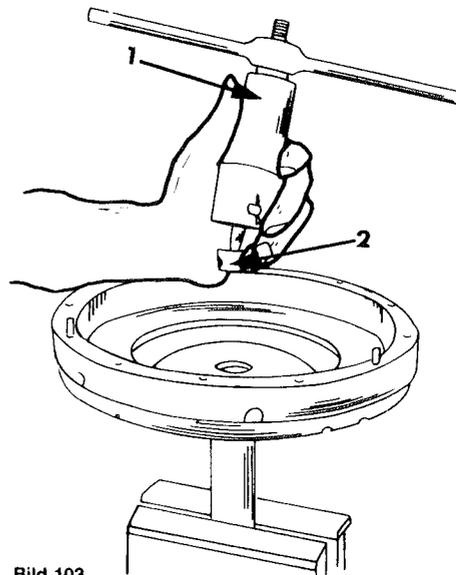

Bild 103
- Mutter (1) des Antriebsflansches am Deckel des Kupplungsgehäuses lösen. Dazu den Flansch durch Durchstecken eines Dorns gegenhalten.
- Mit einem Zweiarmabzieher den Flansch (2) von der Kupplungswelle (10) herunterziehen. Das Schwungrad ist mit der Welle verbunden. Den Deckel (4) mit dem Schutzring (3) herunterziehen.
- Falls noch auf der Welle vorhanden, das hintere Lager der Kupplungswelle (7) herunterziehen und die Büchse der Hauptwelle (9) aus der Rückseite des Schwungrades entfernen. Zu dieser Arbeit die Kupplungswelle in einen Schraubstock einspannen (mit Weichmetallbacken) und die Büchse mit einem geeigneten Abzieher herausziehen. Bild 103 zeigt diese Arbeit.